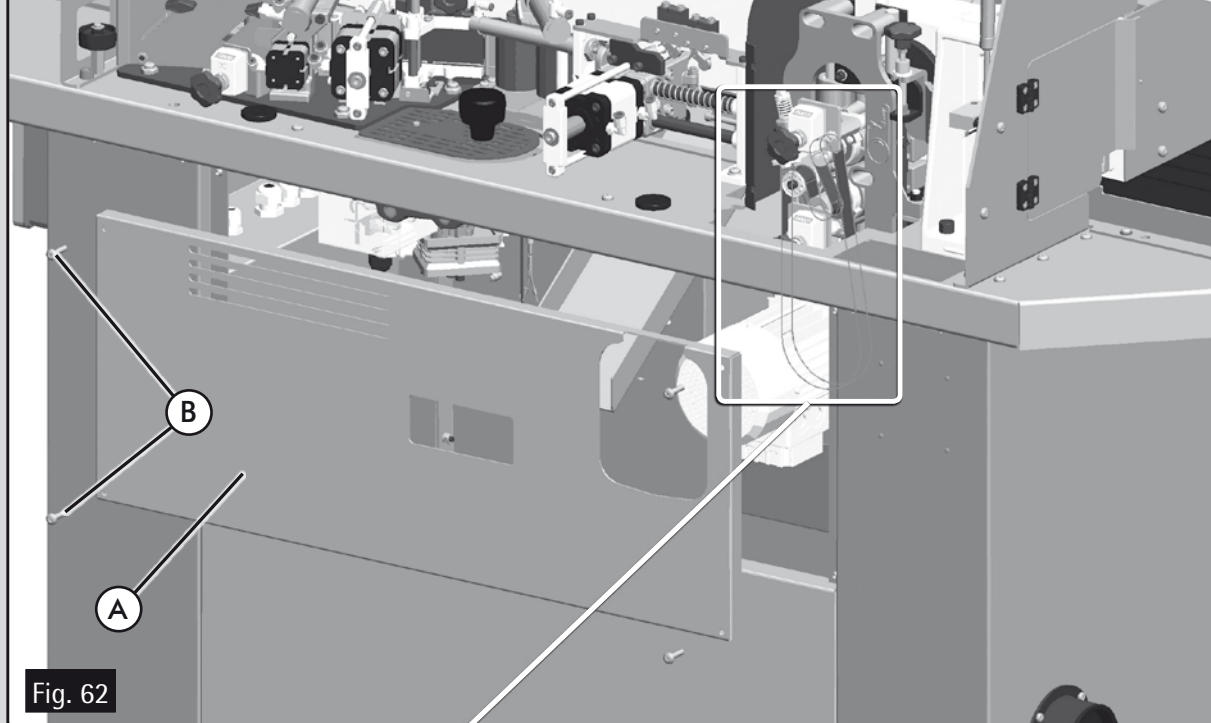
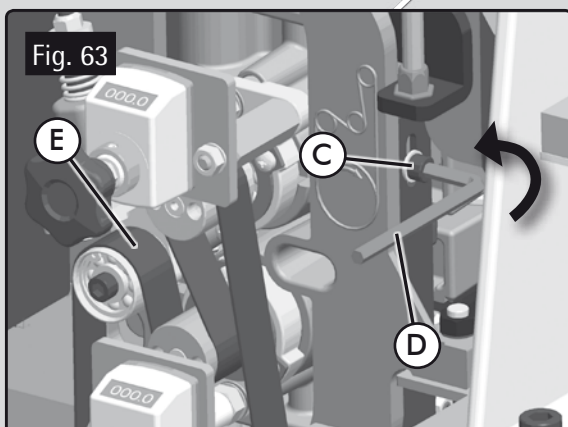
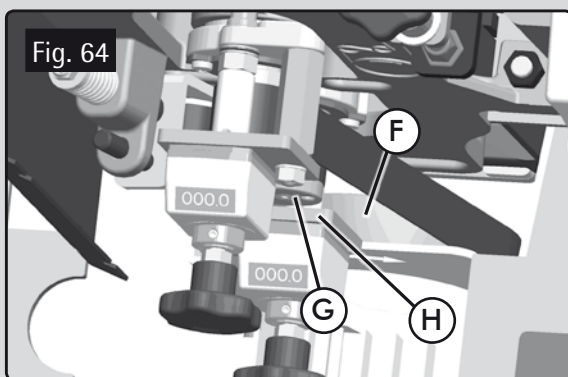

Fig. 62
Fig. 63
Fig. 64
- Déposer le capot arrière (A Fig. 62), en enlevant les vis B. Desserrer la vis (C Fig. 63) à l'aide de la clé D, pour détendre la courroie (E Fig. 63). Pour retirer la courroie, la dégager de la poulie inférieure (F Fig. 64), puis l'extraire de la machine par l'espace libre entre la poulie (G Fig. 64) et le support du compteur inférieur (H Fig. 64).
Après avoir vérifié la mesure de cet espace, fixer à nouveau la vis (C Fig. 63).